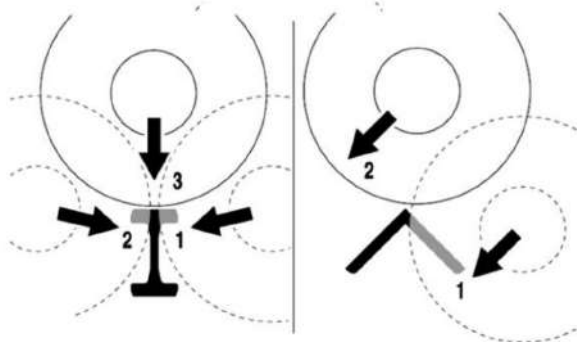

Рис. 32
14. Двутавровые балки или уголковую сталь следует резать ступенчато (рис. 32).